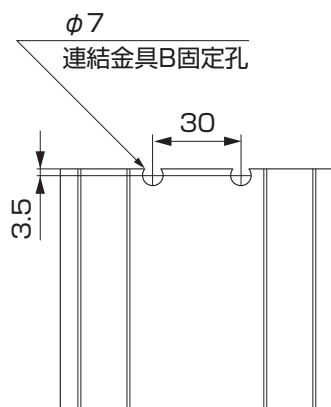

図3-3 縦枠加工位置
①表3-1を参照してサイド支柱・縦枠の型材上部側を所定の位置で切断してください。
②縦枠を切り詰めた場合、固定用の孔を加工してください。(図3-3参照)